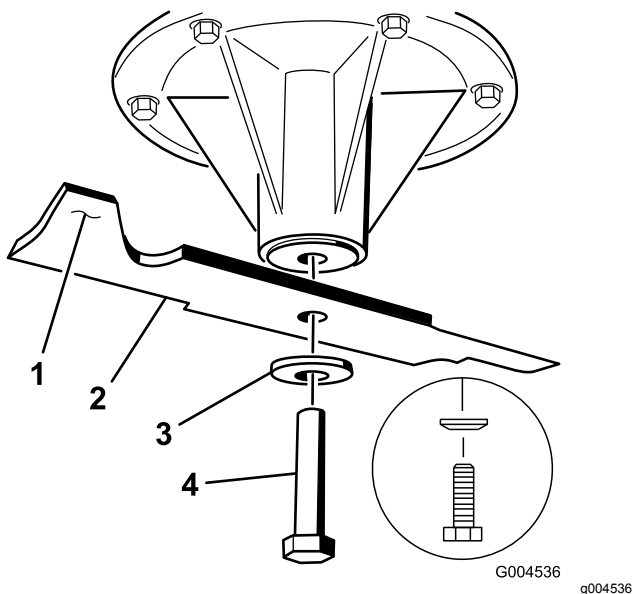

Figura 97
2. Retire del eje el perno de la cuchilla, la arandela curva y la cuchilla (**Figura 97**).